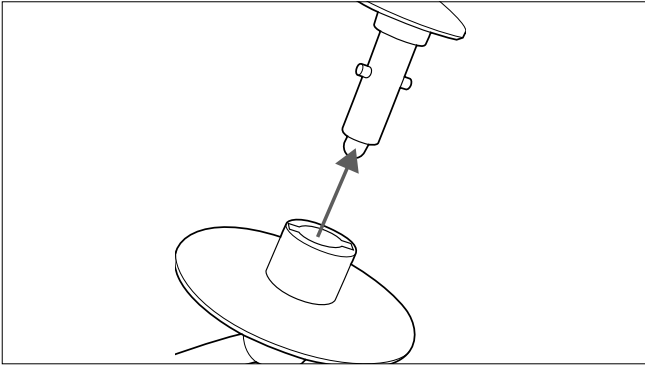

Fig. 6 - Deslizar la base giratoria sobre el soporte
- ▶ coloque el accesorio de batir desde abajo en el alojamiento del brazo giratorio (véase Fig. 6)